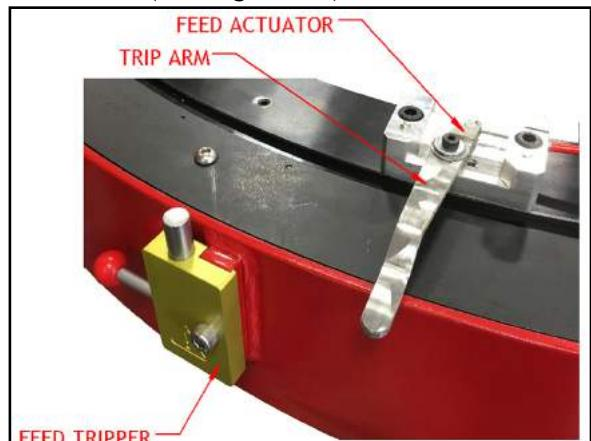

FIGURE 3-9. EMPLACEMENT DU DOIGT D'EMBRAYAGE DE L'AVANCE
1. Installez les doigts d'embrayage tel qu'il est nécessaire (voir Figure 3-9).